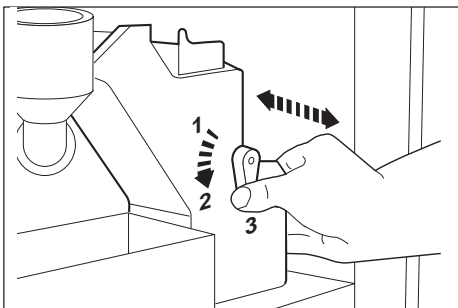

Abb.28
- Die Brühgruppe herausnehmen, dabei den Hebel in Position 3 halten (Abb. 28). Die Brühgruppe vollständig mit warmem Wasser waschen, abtrocknen und wieder an ihren Platz zurücksetzen, wobei der Hebel in Position 3 gehalten wird.